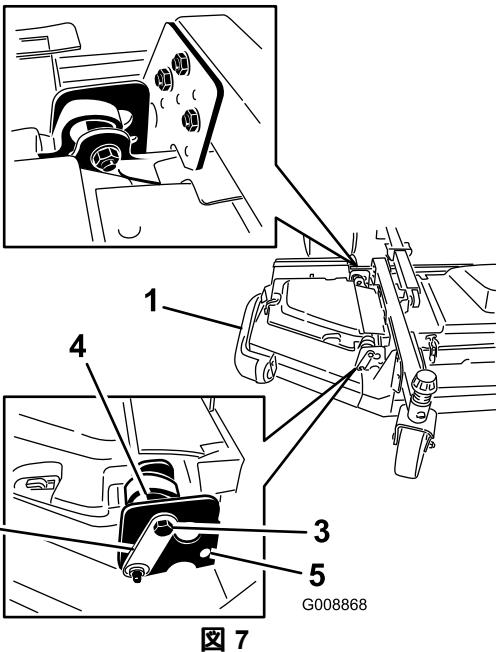

図 7
2. 偏芯スペーサ2枚をウイングレットに固定しているボルトとナットをゆるめる図 7。
3. 後ろ側のトラクションユニットに近い方の偏芯スペーサを回して、外側のブレードの先端の高さが希望する刈高よりも 3mm 高くなるように調整する **図 7**。